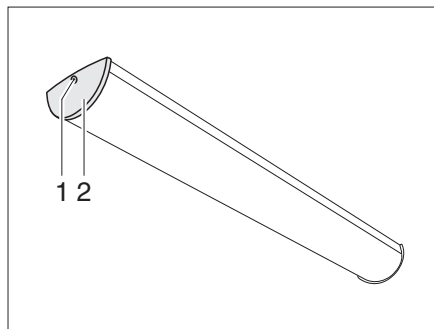

Fig. 297 Eclairage de la cellule
- Dévisser la vis (Fig. 297,1) et retirer le couvercle (Fig. 297,2).